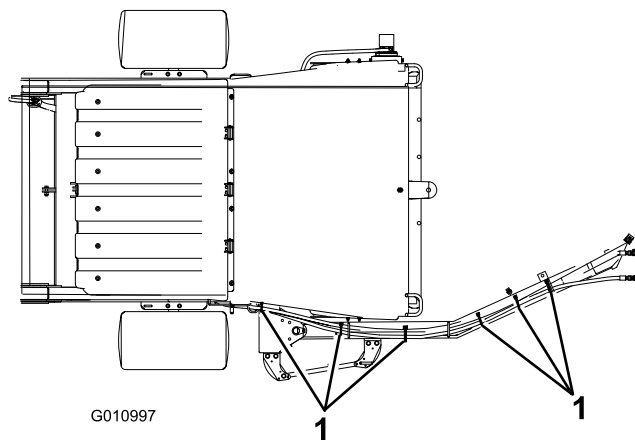
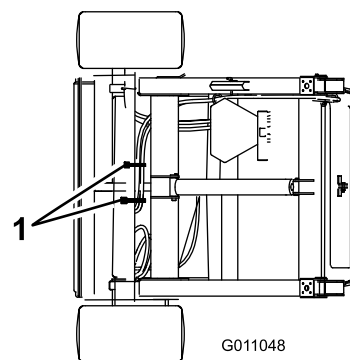

Figura 11
Figura 12
- Sujete las mangueras hidráulicas y el arnés de cables como se muestra en Figura 11 y Figura 12.